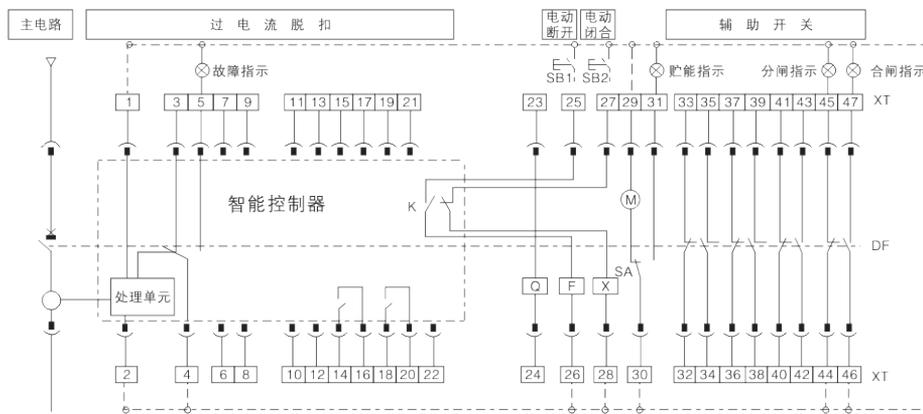

图13c 配L或M型智能控制的断路器二次回路接线图(辅助开关为四开四闭触头)
• 2000~3200(2000~3200A) 辅助开关由四常开闭触头的二次回路接线图, 见图 13c